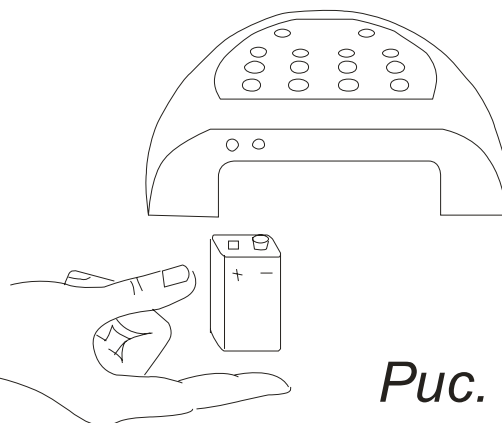

Рис. 3
- открыть замок (по Вашему коду) при полном разряде батарей (рис. 3) и др.
В случае полного разряда батарей, когда замок не открывается, его можно открыть по Вашему коду, подключив к клеммам аварийного питания (рис. 3) источник питания напряжением 9 - 13 V (например, батарея "КРОНА").